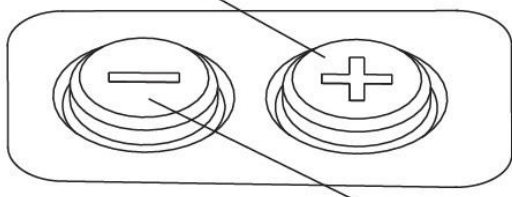

рис.4 Уменьшение яркости
1. **Включение:** Чтобы включить прицел, достаточно одного нажатия на кнопку увеличения яркости "+" или на кнопку уменьшения яркости "-" (см. Рис.4).